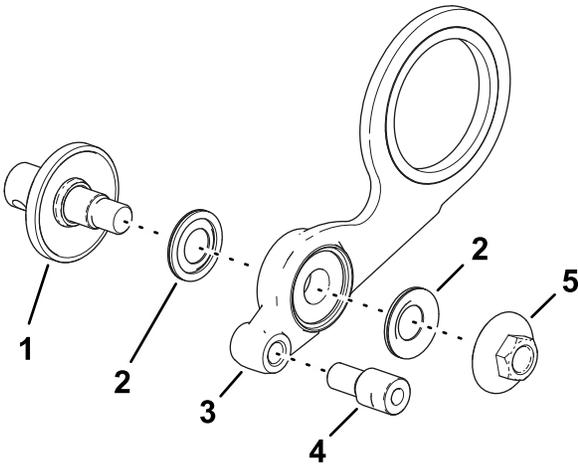
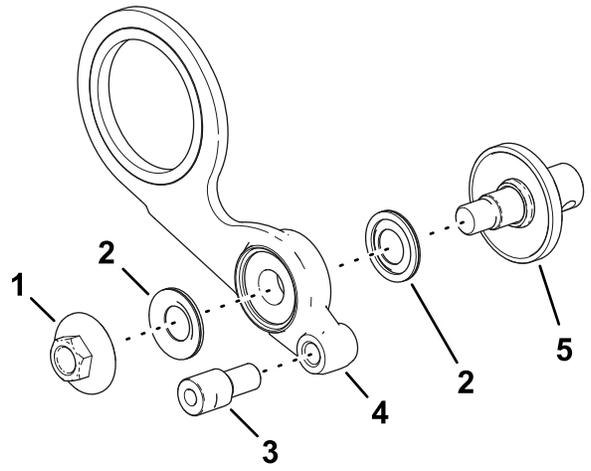

图 15
图 16
1. 将短轴组件、2个轴承挡板和凸缘螺母组装到怠轮总成上如**图 15**所示。
注意 如果要在滚刀组的右侧安装怠轮总成请在怠轮总成的对侧组装短轴和凸缘螺母**图 16**。
2. 将调节环组装到怠轮总成的螺纹孔中**图 15**或**图 16**。